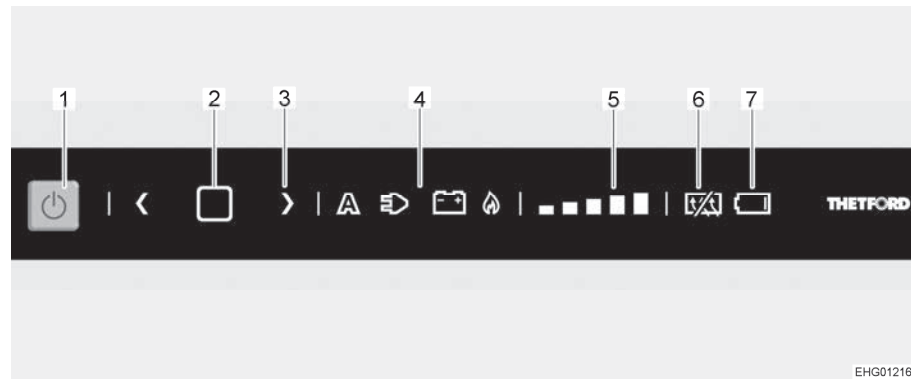

Fig. 186 Cuadro de mando de LED
- Presionar la tecla On/Off (Fig. 186,1) por 1 segundo. La tecla se ilumina de color azul. Se ilumina el ajuste seleccionado.
- Pulsar la tecla de confirmación (Fig. 186,2) dos segundos hasta que el símbolo de la fuente de energía (Fig. 186,4) empiece a parpadear.
- Pulsar la tecla de flecha (Fig. 186,3) para seleccionar la fuente de energía deseada.
- Pulsar la tecla de confirmación (Fig. 186,2) para confirmar la selección.
- Pulsar de nuevo la tecla de confirmación (Fig. 186,2). El indicador de nivel de refrigeración (Fig. 186,5) empieza a parpadear.
- Pulsar la tecla de flecha (Fig. 186,3) para seleccionar el nivel de refrigeración deseado.
- Pulsar la tecla On/Off (Fig. 186,1) por aprox. 2 segundos. Se apagará todas las lámparas. El frigorífico está desconectado.